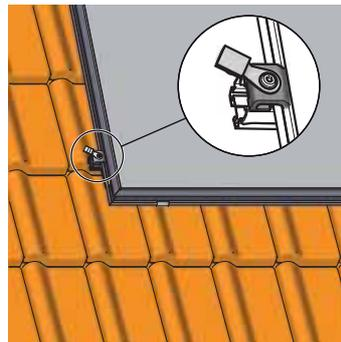

Figure 3-21 Insérez la mise à terre unique avec les pinces de compensation de potentiel et serrez
5. Enfoncez la mise à la terre unique dans le profilé de montage avec les pinces de compensation de potentiel situées à proximité du raccord de reflux et serrez-la avec la clé mâle coudée (Figure 3-21).